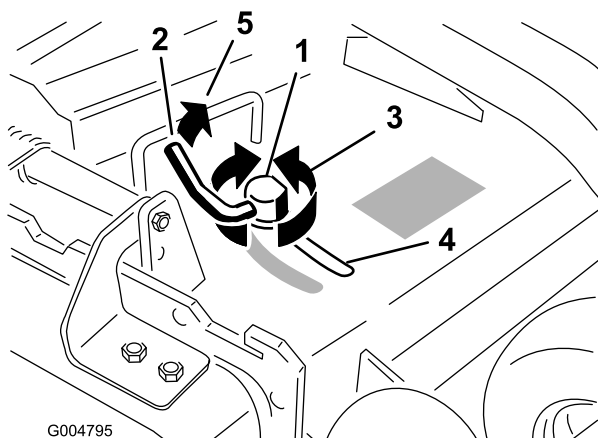

Figura 29
3. Para ajustar el bloqueo de leva, levante la palanca para aflojar el bloqueo de leva (Figura 29).
5. Devuelva la palanca a su posición original para apretar el deflector y el bloqueo de leva (Figura 29).